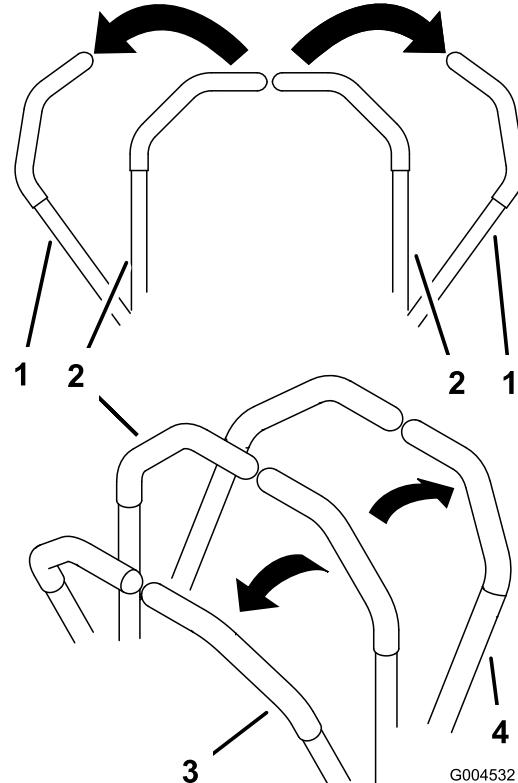

Bild 16
- Schieben Sie für das Vorwärtfahren die Fahrantriebshebel langsam vorwärts (Bild 16).
Wenden Sie zum Geradeausfahren auf beide Fahrantriebshebel denselben Druck an (Bild 16).
Verringern Sie zum Wenden den Druck auf den Fahrantriebshebel an der Seite, in deren Richtung Sie wenden möchten (Bild 16).